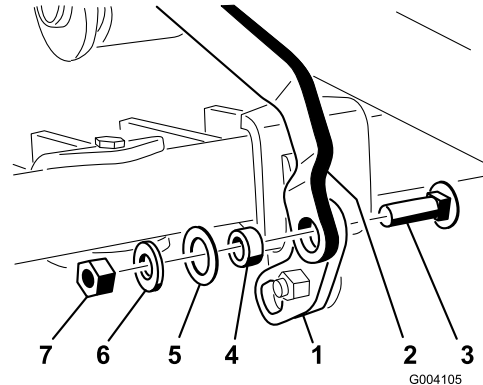

Figure 15
5. Le coude de l'ensemble pédale de levage étant tourné vers le haut, placez le trou carré de la patte de pivot sur l'extrémité de la biellette avec un boulon de carrossier (3/8 x 1-1/4 pouces), une entretoise, une rondelle (1"), une rondelle (13/16") et un contre-écrou (3/8 pouce), comme illustré à la Figure 15.